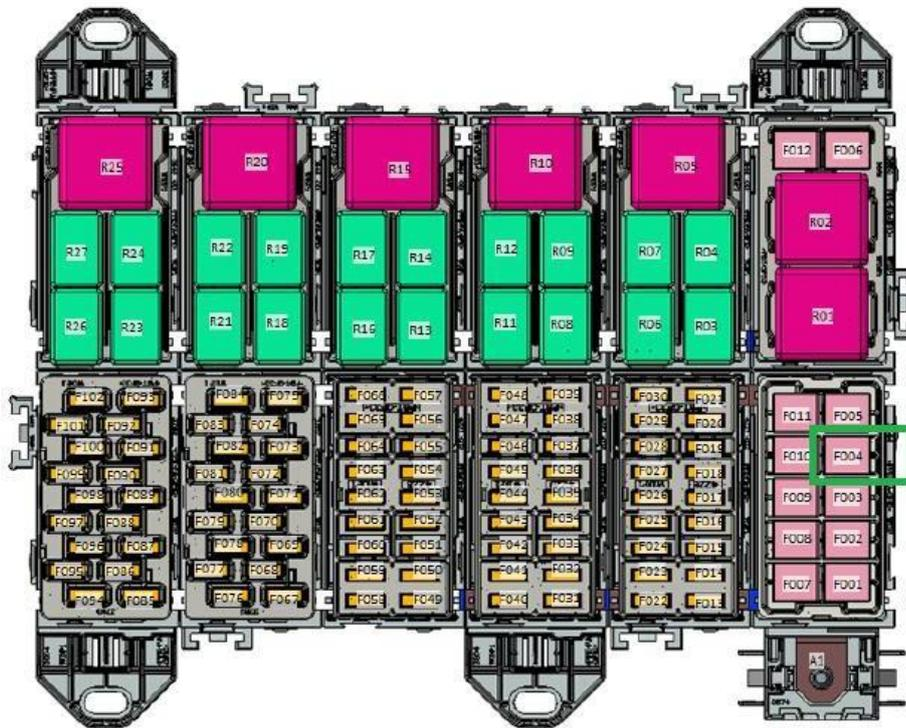
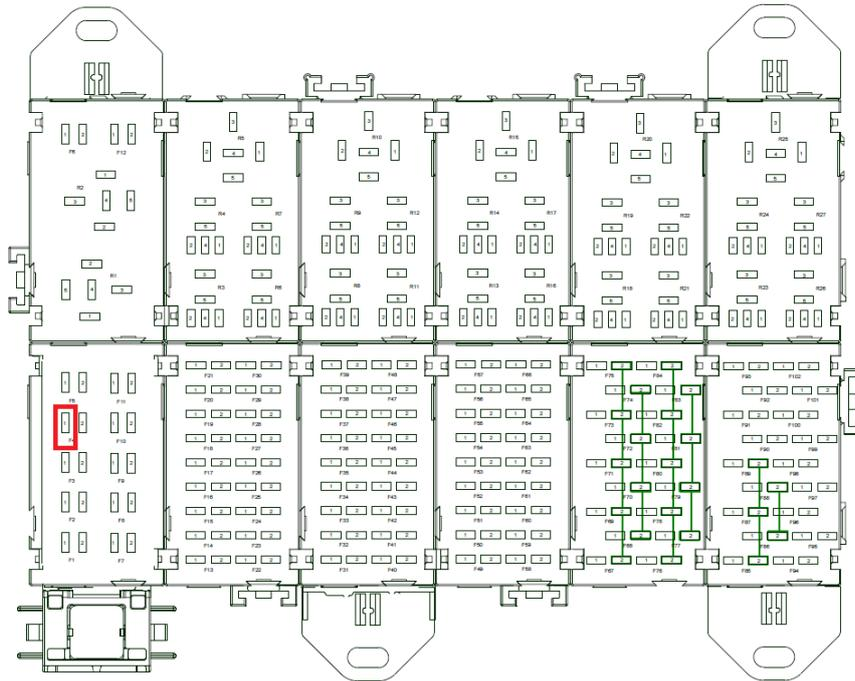

Figure 13 : boîte à fusibles
Figure 14 : face arrière de la boîte à fusibles
* Pour les véhicules fabriqués après 2019 LP3 (02.12.2019), le kit d'installation électrique de la console avant (MC46 14293 DA) est disponible dans les véhicules F-MAX. L'emplacement et l'image du fusible 40A sur la boîte à fusibles sont illustrés à la Figure 13 et à la Figure 14.